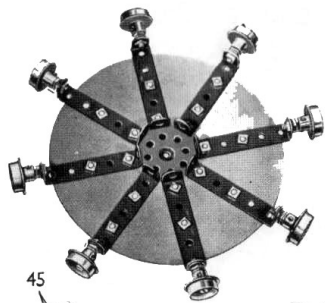

Fig. 4
de 11 trous. Deux bandes de 11 trous (43) sont tenues par des équerres, et deux cornières de 5 trous sont boulonnées sur les bandes. Ces cornières soutiennent une tringle de 5 cm, qui porte deux poulies folles de 12 mm. (44) encadrant une poulie folle de 12 mm. Les axes du chariot sont des tringles de 16,5 cm. Chaque côté de la moufle est formé par deux plaques flexibles triangulaires de 6 x 4 cm, boulonnées ensemble. Une bande coudeuse de 60 x 12 mm, est fixée au sommet de l'un des côtés, et deux équerres sont fixées sur l'autre côté. Les équerres et les rebords de la bande coudeuse servent à relier les côtés. Un accouplement pour bandes (fig. 4) est tenu par un boulon de 12 mm, qui tient également un grand crochets lesté placé dans la fente de l'accouplement pour bandes. Deux poulies folles de 25 mm. (45) encadrées chacune par un disque à six trous d'un côté et par un disque à huit trous de l'autre tournent sur un boulon de 19 mm, tenu par un écrou.